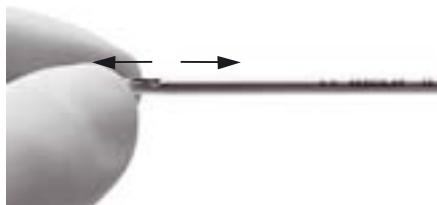

Fig. 3
- Smontare il gambo 5, vedere Fig. 3: